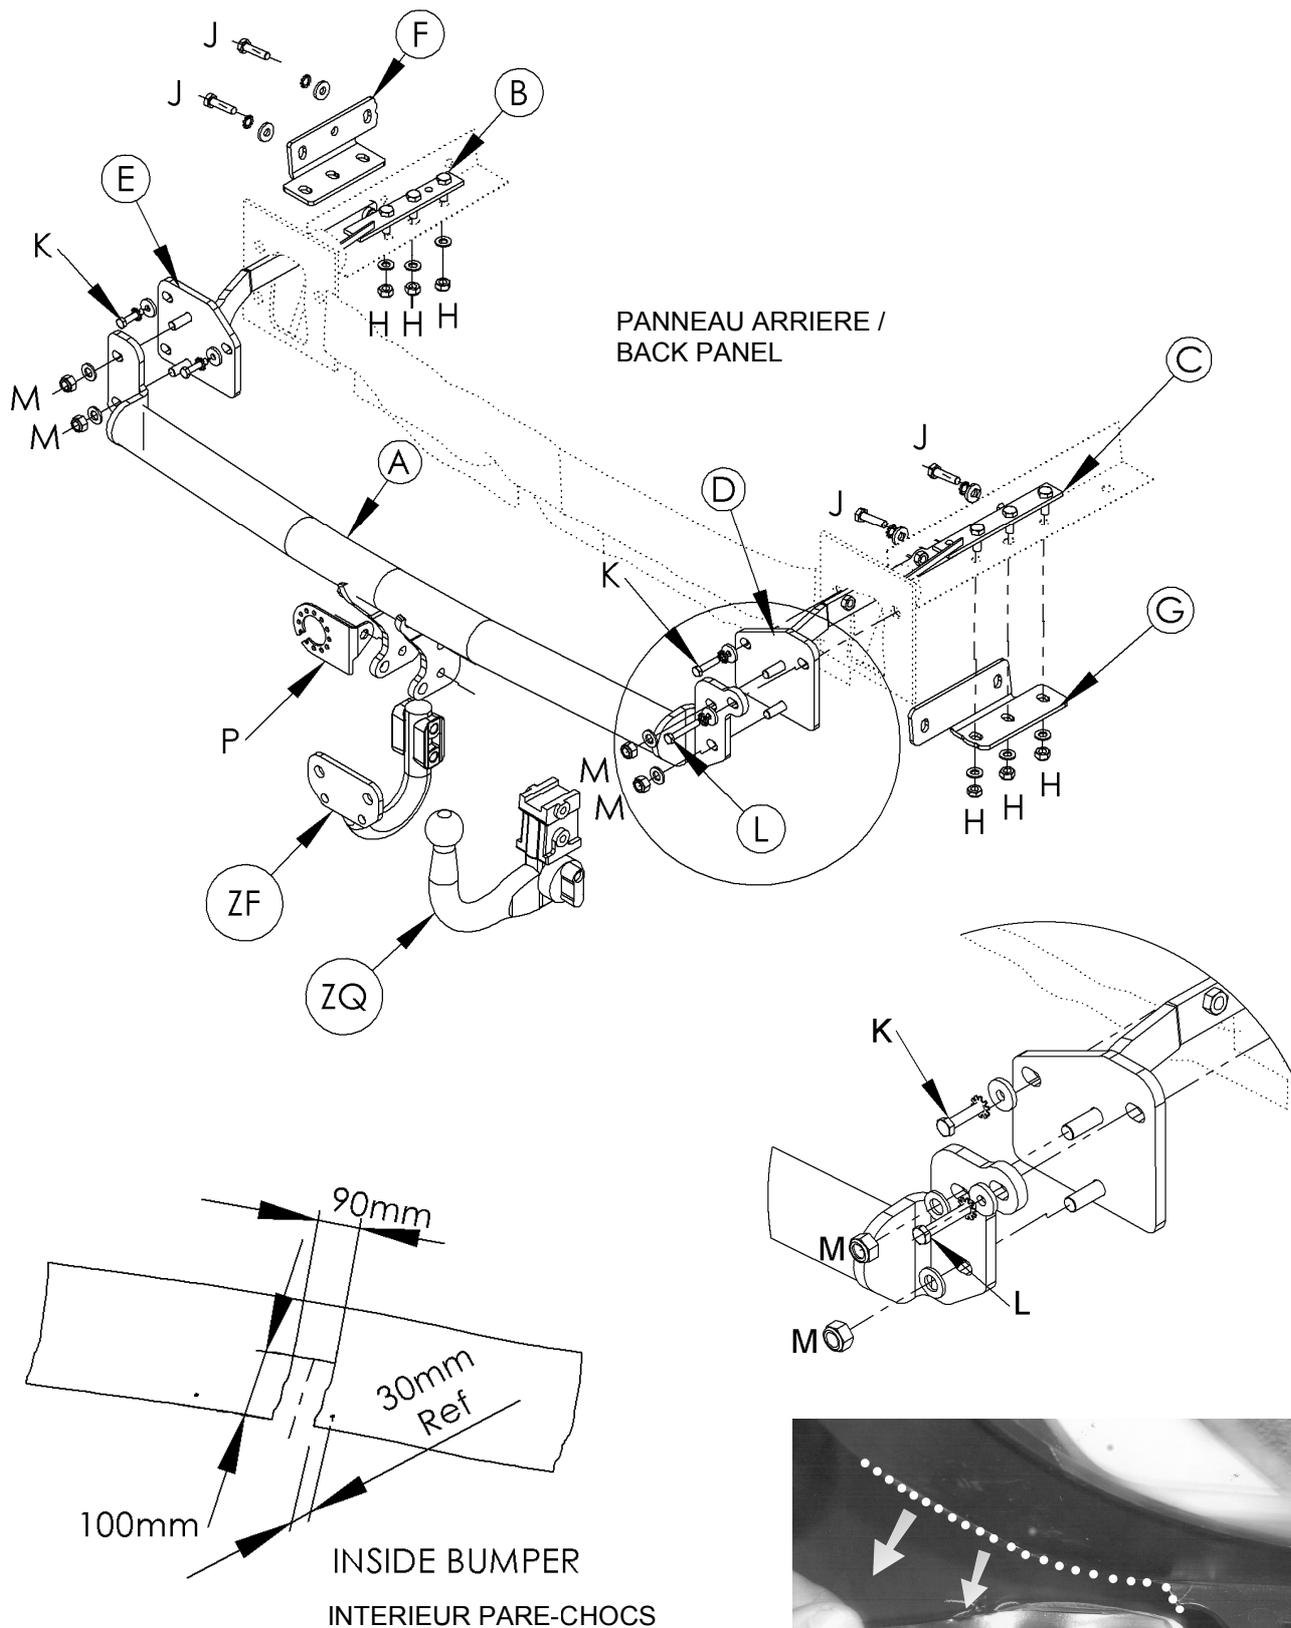

Figure 1 / STEP 12:
12. Découper le pare-chocs comme indiqué ci-dessous (**en protégeant la face avant du pare-chocs**). De plus, découper la protection plastique de chaque côté à partir du haut vers le premier clip du pare-chocs comme indiqué sur la **figure 1**. Remonter l'ensemble des fixations.
13. Fixer la rotule choisie (ZF or ZQ) et la plaque électrique (P) à la traverse principale (A) en utilisant la visserie et les entretoises fournie avec la rotule.